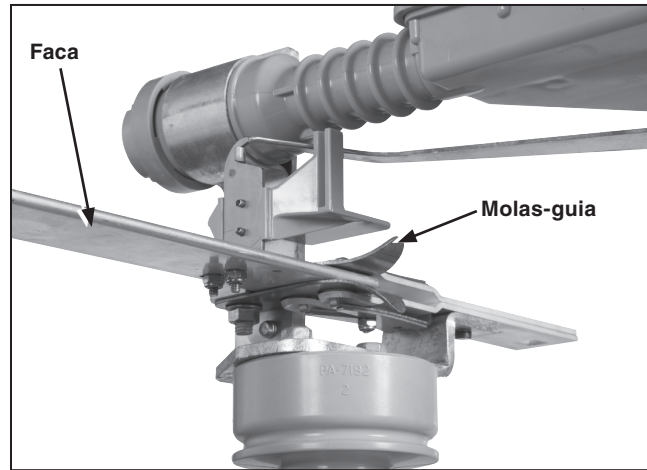

Figura 30. Faca e conjunto dos contatos na posição totalmente Fechada.
- Com a alavanca de operação acionada até o final na direção de fechamento, todos os contatos principais da chave interruptora estão na posição totalmente **Fechada**. Ver Figura 30.
Verifique as facas para assegurar que todas as três fases estão fechadas. Ver Figura 30 na página 30.